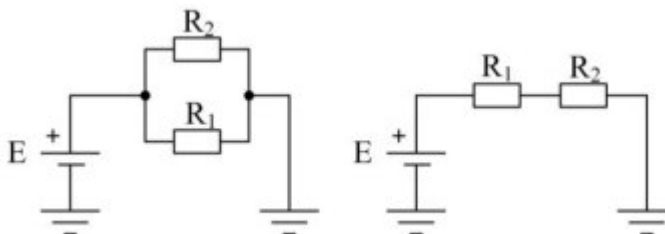

Рис. 1 – Электрические схемы постоянного тока для индивидуальной работы
- Создать и рассчитать в Simulink каждую из электрических схем постоянного тока рисунок 1. Величина эдс источника напряжения и параметры сопротивлений выбираются индивидуально для каждого студента из табл. 1. Сохранить внешний вид схемы модели. Проверить правильность моделирования с помощью первого закона Ома.